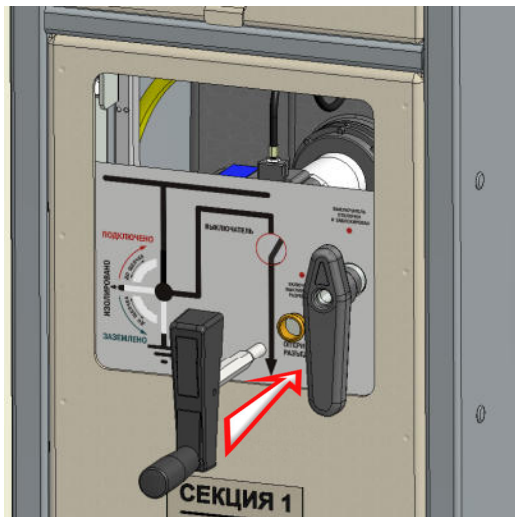

Рис.4.10. Установка рукоятки управления разъединителем
- Вставить рукоятку управления разъединителем в гнездо, рис. 4.10.